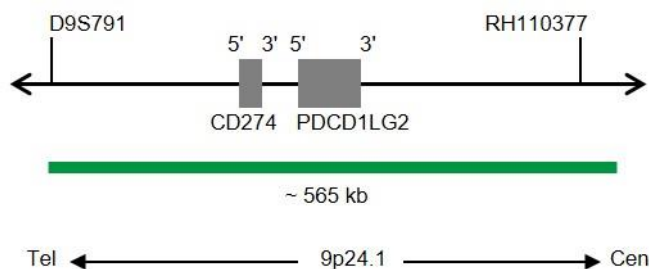

Fig. 1: Mappa della sonda SPEC CD274,PDCD1LG2 (non in scala)
- Polinucleotidi (~10 ng/ μ l) marcati con fluorocromo ZyGreen (eccitazione 503 nm/emissione 528), le cui sequenze target mappano in 9p24.1* (chr9:5,253,553-5,819,972) che contiene il cluster genico CD274,PDCD1LG2 (vedere Fig. 1).